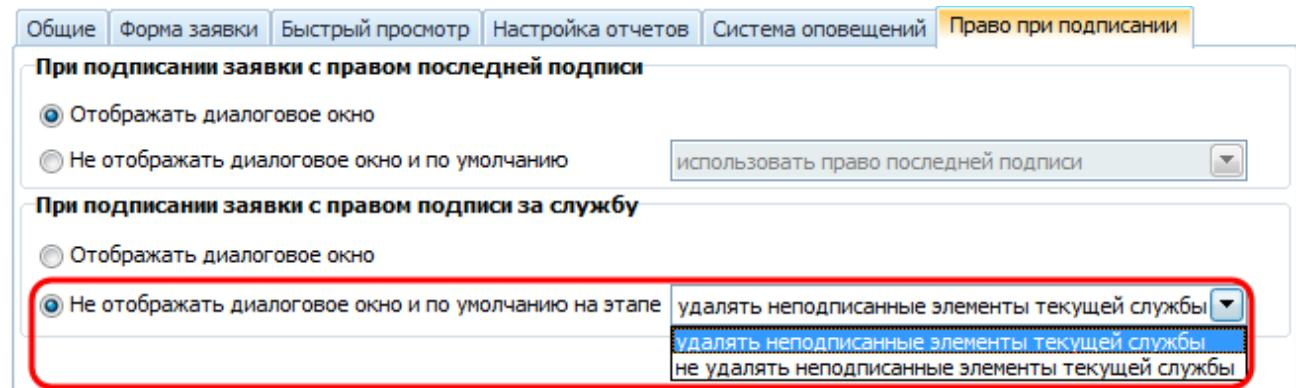

Рисунок 16.35 – Настройка подписания заявки пользователем с правом подписи за службу
- «*Не отображать диалоговое окно и по умолчанию на этапе*». При выборе данного условия доступны две опции: «удалять неподписанные элементы текущей службы» и «не удалять неподписанные элементы текущей службы» (Рисунок 16.35).